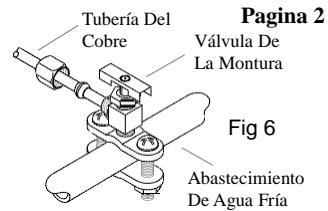

Fig. 6
- Conecte el tubo de abastecimiento de agua.** Encuentre el abastecimiento de agua más cercano. Utilice la válvula de la montura (fig. 6) para conectar la tubería del cobre de 1/4 pulgada con el abastecimiento de agua fría de la casa, o utilice una llave de paso y la válvula de agua